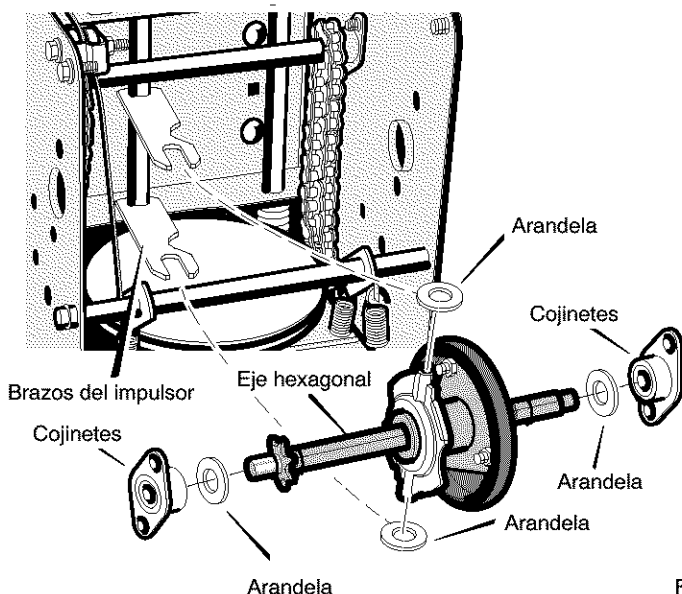

Figura 71
14. Instale el **eje hexagonal** y los **cojinetes** con los cuatro pernos que quitó antes (Figura 71).